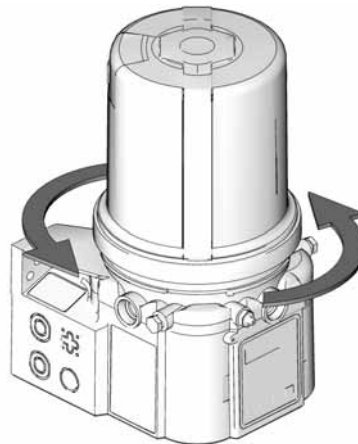

FIG. 2
3. Utilizzare una chiave a nastro intorno al serbatoio per ruotare il serbatoio di 45° in senso antiorario (FIG. 2).